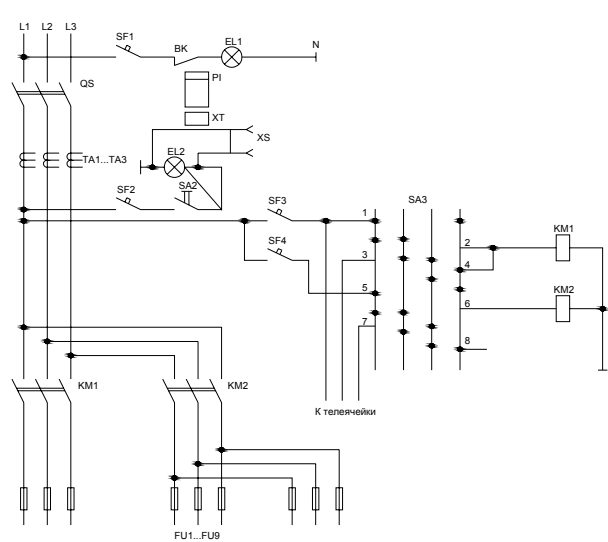

Рис.9.3 Схема электрическая
-вручную либо дистанционно /СУУО-РД/ - рис. 9.3